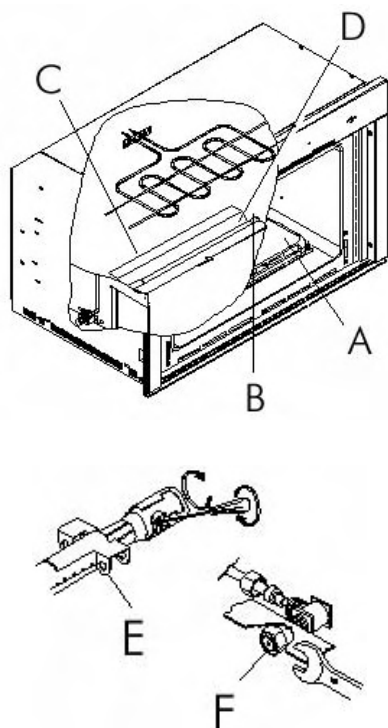

fig. 5
## SUBSTITUTION INJECTEUR BRULEUR FOUR (fig. 5)
- extraire la plaque à la base du four (fig.5);